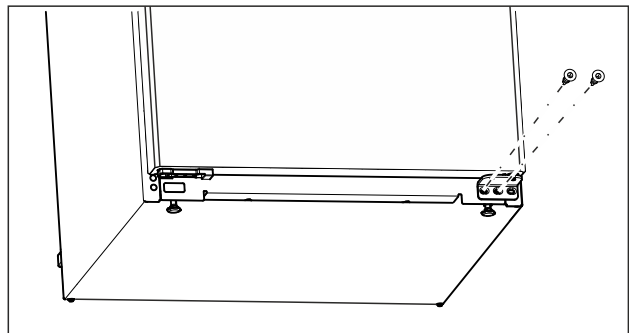

Fig. 10
- ▶ Skru den midterste skrue på det nederste hængsel af med en Torx 20-skruetrækker. (se Fig. 10)
- ▶ Skru den inderste skrue på det nederste hængsel af med en Torx 20-skruetrækker. (se Fig. 10)